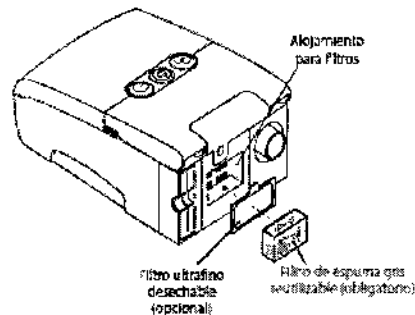

FIGURA 3-1 INSTALACIÓN DEL FILTRO DE AIRE
2. Inserte el filtro de espuma gris en el alojamiento para filtros como se muestra en la figura 3-1.